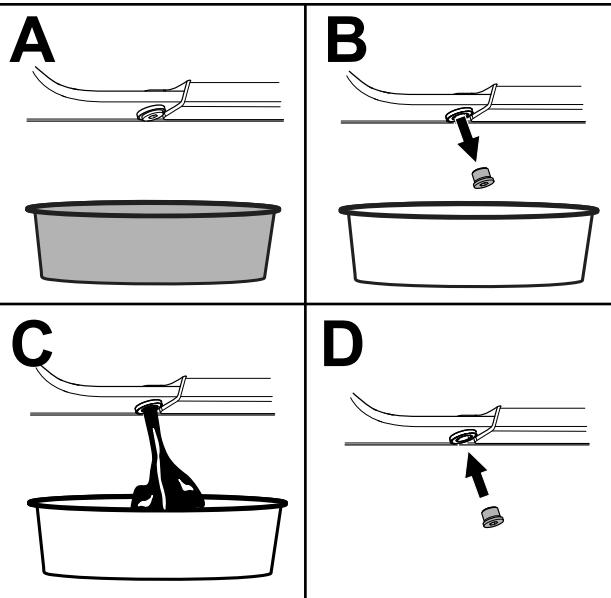

Figure 50
5. Vidangez l'huile sous la plate-forme (Figure 50).